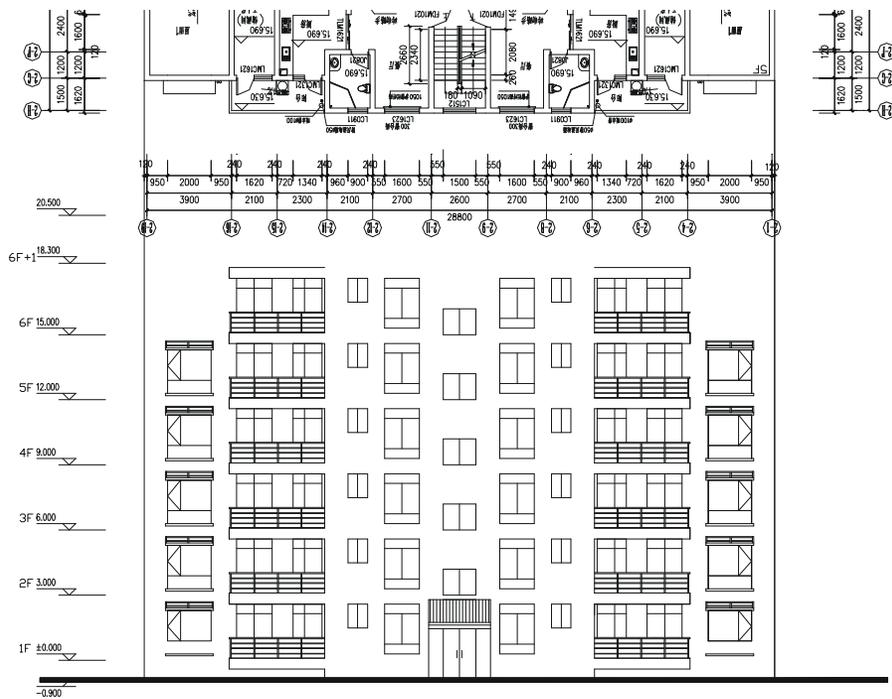

图 12-1-10
**STEP 18** 以楼层线为基准，使用复制命令 COPY 将第五层所有的门窗及阳台（左右两边的凸窗除外）复制一份放在该跃层，如图 12-1-10 所示。